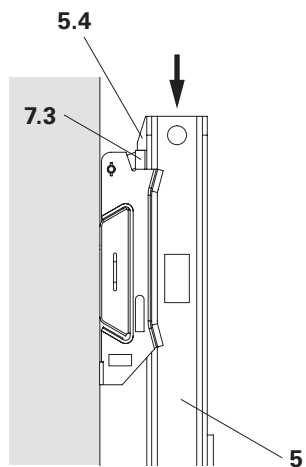

Fig. 40d
5. Estendere il dispositivo di ripresa fino a quando le guide di ripresa (5) insieme ai naselli di sostegno (5.4) sono perfettamente posizionati sulle barre orientabili (7.3). (Fig. 40d)